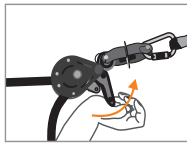

Fig 5
For å demontere forankringslinen, må du dra i spaken på kammen (4) (Fig. 5). Løse hele utstyret, og pakk det ned igjen i originalemballasjen. La aldri en forankringsline stå igjen etter en arbeidsoperasjon. Den skal installeres **maksimalt** for ett dagsverk.